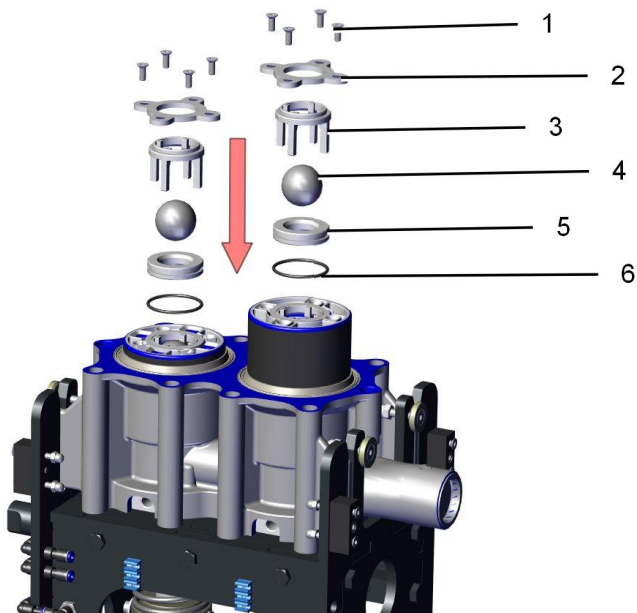

图 6-1：缸体内介质阀的拆卸
1. 用一把 4 mm 的内六角扳手将八个 M6x16 圆柱头螺栓 (1) 全部拆下（图 6-1：缸体内介质阀的拆卸）。
2. 取下两个端盖 (2)。
3. 取下两个支架 (3) 和球体 (4)。
4. 将两个阀座 (5) 连同 O 型圈 (6) 一起取出。